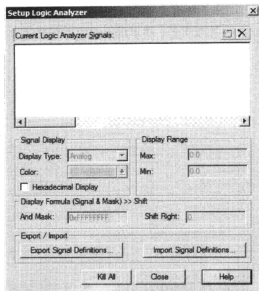

图 5.12.5 软件逻辑分析仪设置界面
② 单击 Logic Analyzer 左上角的 Setup 按钮,弹出配置对话框 Setup Logic Analyzer,如图 5.12.5 所示。